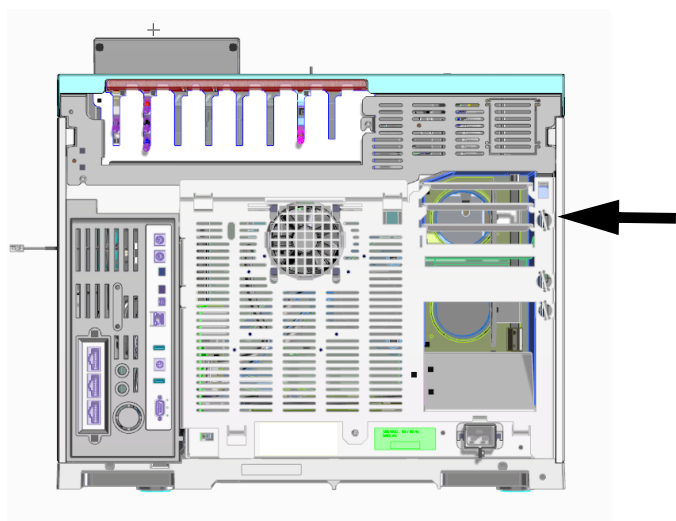

Figure 4. Sortie d'évacuation.
- 1 De l'air chaud (jusqu'à 450 °C) issu du four est rejeté par une mise à l'air libre située à l'arrière de l'instrument. Laissez un dégagement d'au moins 25 cm (10 pouces) derrière l'instrument, ou de 30 cm (12 pouces) derrière un Q-TOF CPG/SM pour dissiper cet air chaud. Voir **Figure 4**.